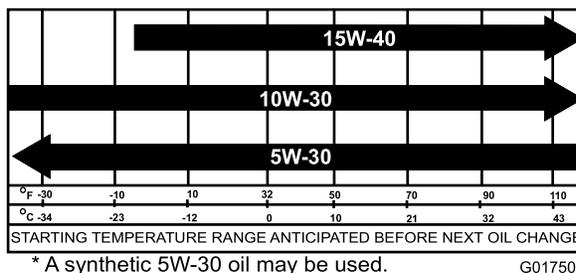

Figure 35
5. Remplissez le carter d'huile spécifiée ; voir Figure 35.